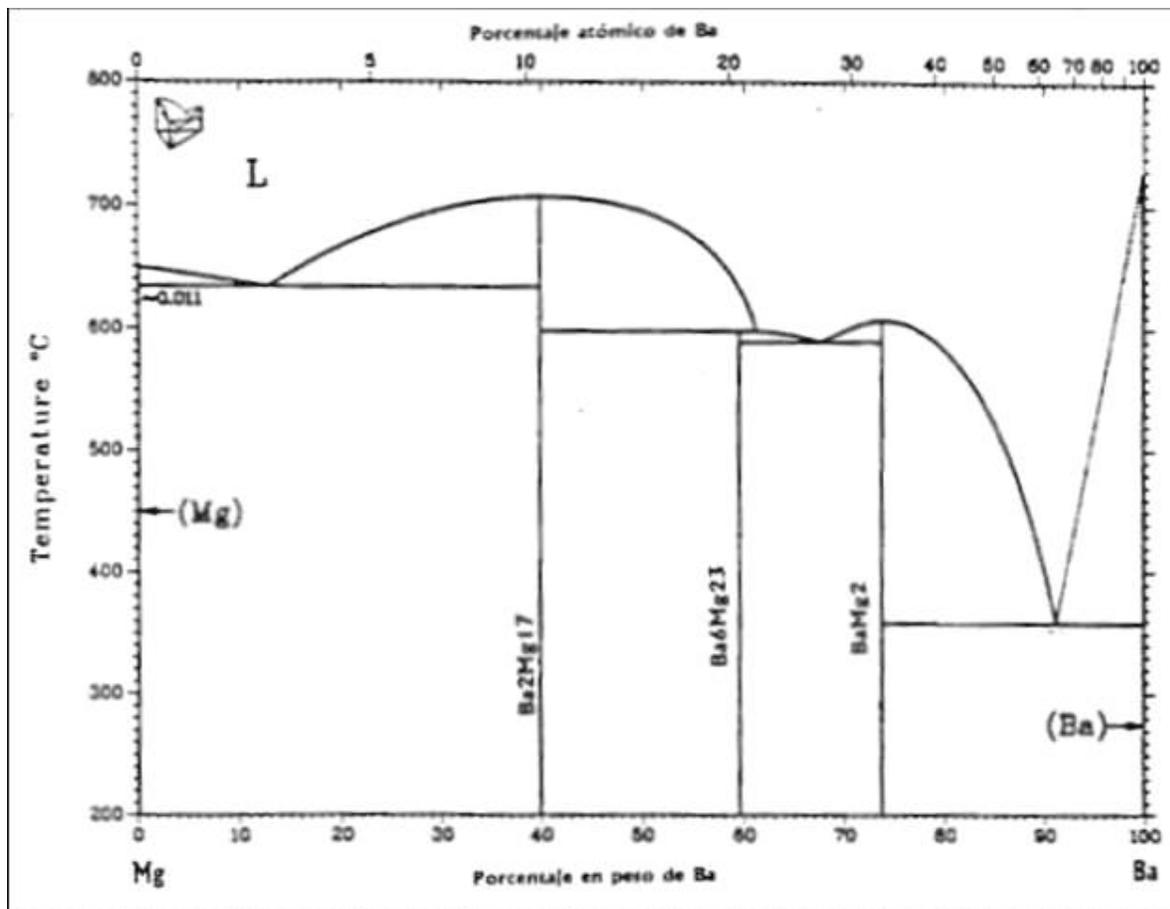

Figura 4
3. Considérese una aleación Al-5%Si, figura 4. Determinar: a) si la aleación es hipo o hipereutética, b) la composición del primer sólido que se forma, c) las cantidades y composición de cada fase a 578°C, d) las cantidades y composición de cada fase a 576°C, e) las cantidades y composición de cada microconstituyente a 576°C.